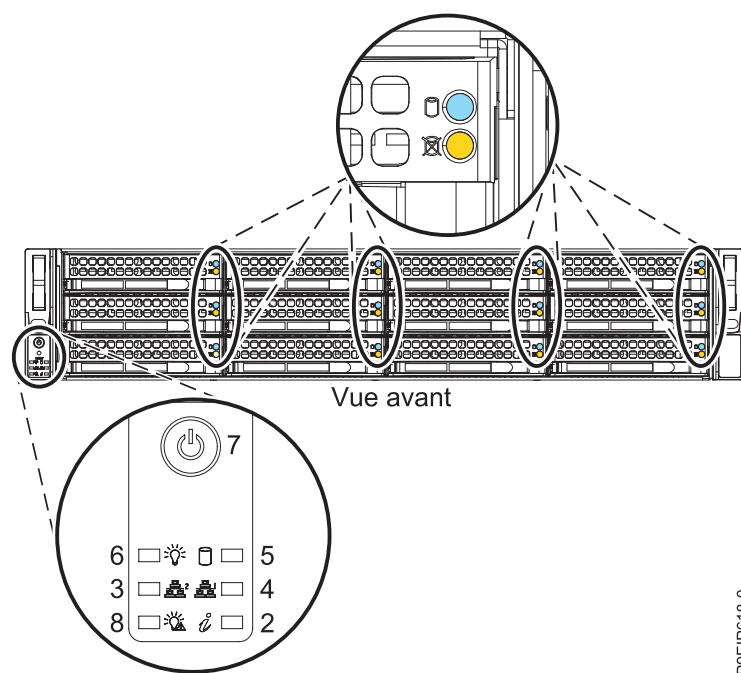

Figure 105. Interrupteur d'alimentation du système 5104-22C, 9006-22C ou 9006-22P
2. Appuyez sur le bouton d'alimentation (7) illustré dans la figure 105, à la page 105. Il sera éventuellement nécessaire d'appuyer sur l'interrupteur pendant une durée comprise entre 0,5 et 3 secondes.